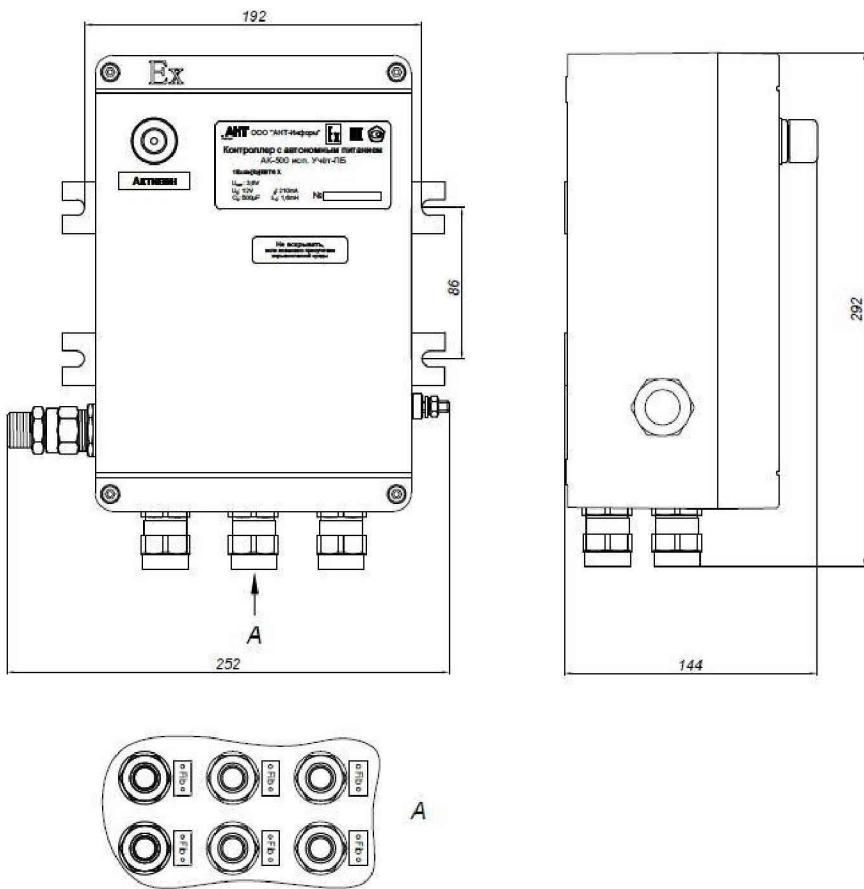

Рисунок 1.6. Внешний вид контроллера «Учёт»
- 9) Учёт-ПБ - в пластиковой оболочке с повышенной защитой против взрыва с шестью кабельными вводами снизу и одним антенным сбоку по комплекту КД АЕТВ.426400.001-08. С неперезаряжаемыми элементами питания. (рис. 1.6).